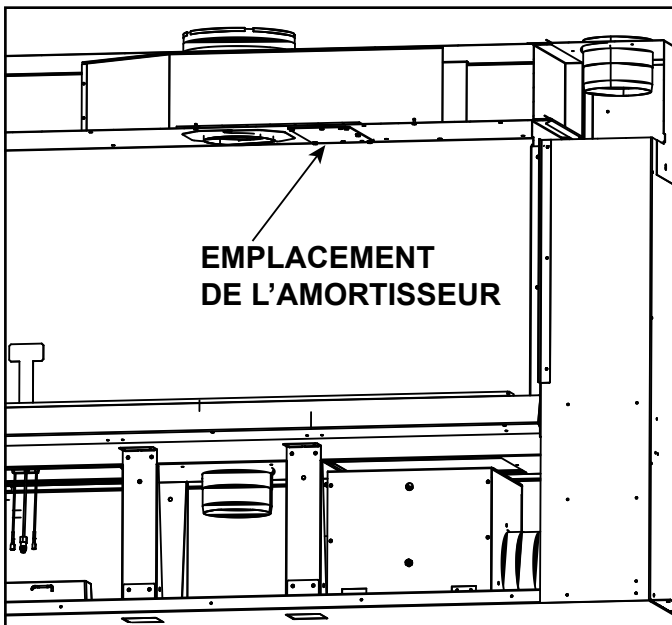

Figure 4.19 Démontage du registre
3. Retirez la vitre du foyer. Localisez le registre. Voir la figure 4.19.